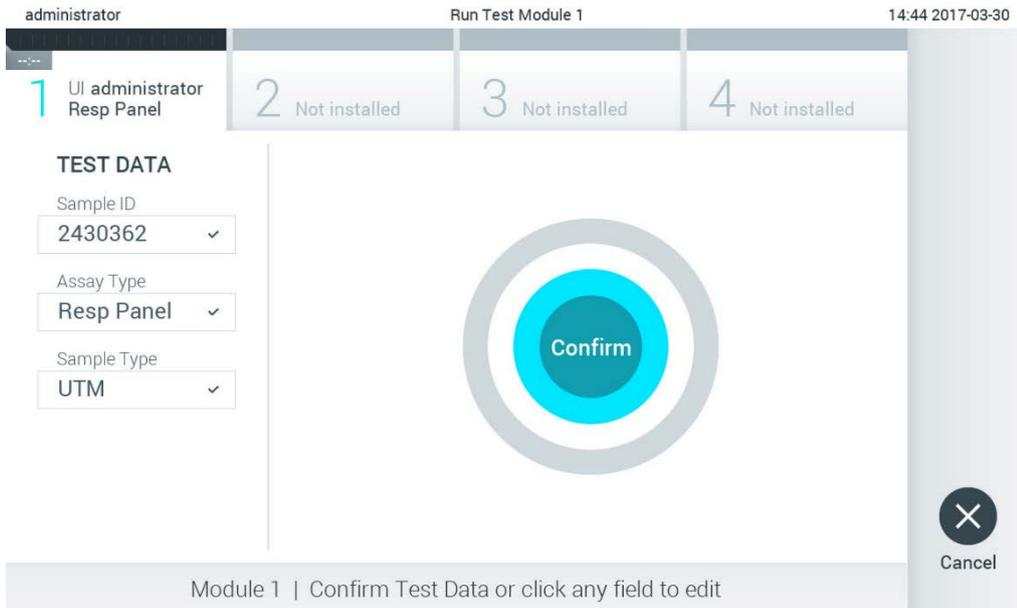

Figure 26. L'écran de confirmation.
5. L'écran Confirm (Confirmation) apparaît. Examinez les données saisies et apportez les modifications nécessaires en appuyant sur les champs correspondants de l'écran tactile et en modifiant les informations (Figure 26).